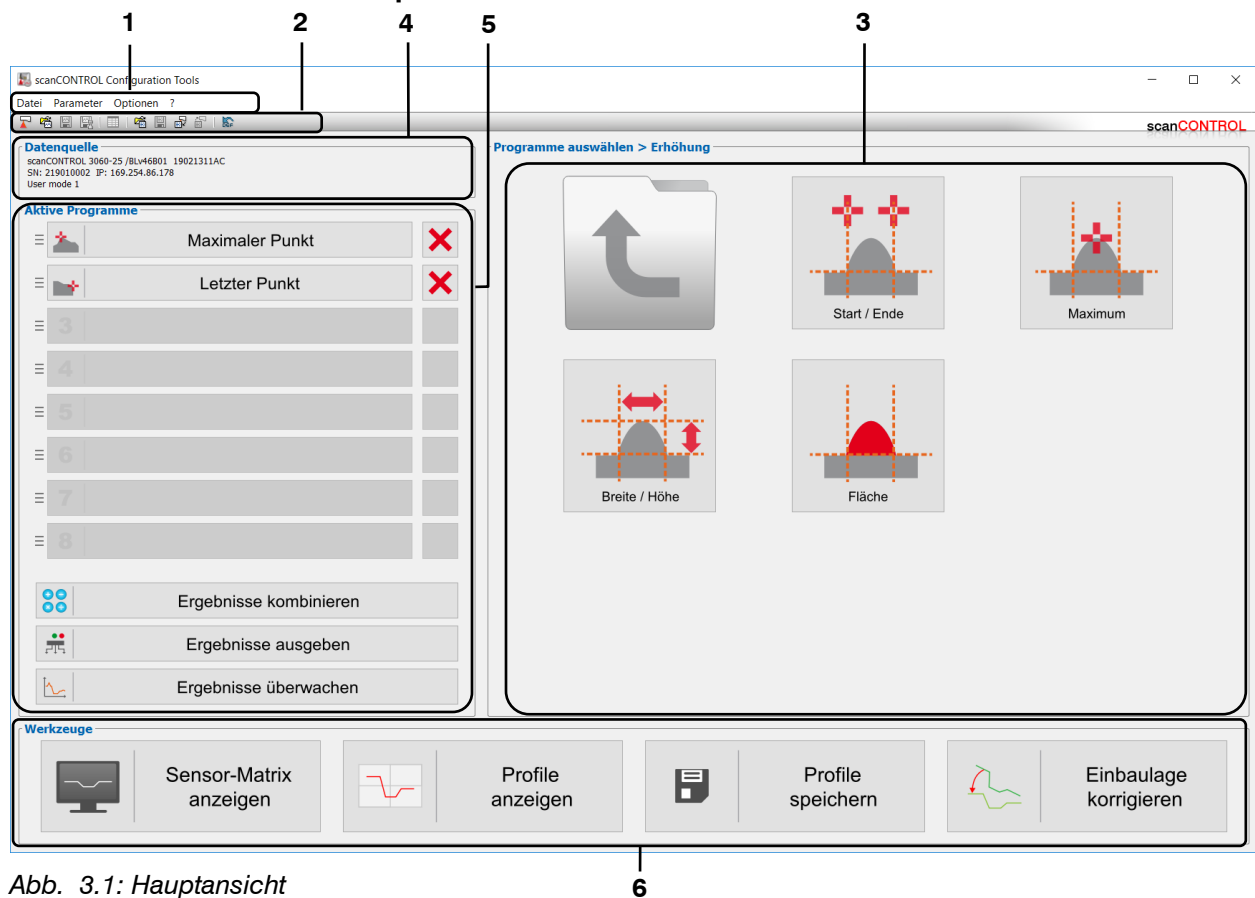

Abb. 3.1: Hauptansicht
**Hinweis:** Der Bereich „Datenquelle“ (siehe Abb. 3.1, Bereich 4) wird nur dargestellt, wenn für den Parameter „Mit Sensor verbinden“ (siehe Kap. 3.20) die Option „Erweitert“ gewählt ist.
- Wählen Sie im Eingabefeld „Programme auswählen“ (siehe Abb. 3.1) die Messprogramme, die Sie für Ihre Messaufgabe verwenden wollen. Sie können bis zu 16 Messprogramme wählen. Die gewählten Messprogramme erscheinen im Eingabefeld „Aktive Programme“.
- Parametrieren Sie die einzelnen Messprogramme. Drücken Sie dazu den Button des jeweiligen Messprogramms im Eingabefeld „Aktive Programme“ (siehe Abb. 3.1) oder benutzen Sie das Navigationsmenü (siehe Kap. 3.19). Sie gelangen in die Ansicht des gewählten Messpakets (siehe Kap. 4).
- Verrechnen Sie ggf. die Ergebnisse der Messpakete. Drücken Sie dazu den Button „Ergebnisse kombinieren“ im Eingabefeld „Aktive Programme“ (siehe Abb. 3.1) oder benutzen Sie das Navigationsmenü (siehe Kap. 3.19). Sie gelangen in die Ansicht „Ergebnisse kombinieren“ (siehe Kap. 5).
- Konfigurieren Sie die Messwertfilter und die Ausgabeports von scanCONTROL. Drücken Sie dazu den Button „Ergebnisse ausgeben“ im Eingabefeld „Aktive Programme“ (siehe Abb. 3.1) oder benutzen Sie das Navigationsmenü (siehe Kap. 3.19). Sie gelangen in die Ansicht „Ergebnisse ausgeben“ (siehe Kap. 6).